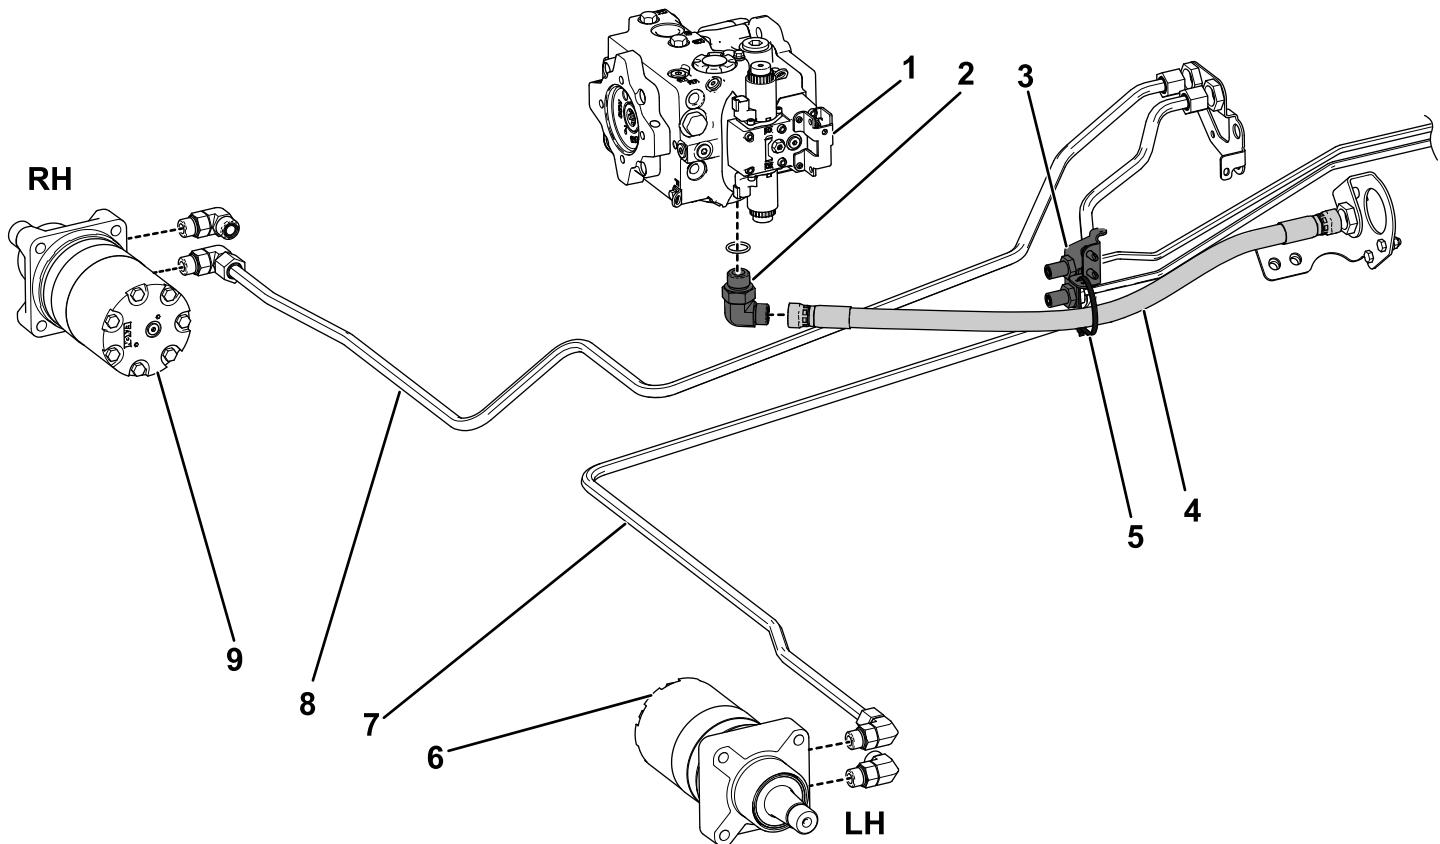

Figura 12
1. Collegate il tubo idraulico, n. cat. 108-7622, al raccordo del motore della ruota destra e al tubo idraulico destro nel supporto destro del telaio (Figura 12).
2. Collegate il tubo idraulico, n. cat. 108-7623, al raccordo del motore della ruota sinistra e al tubo idraulico sinistro nel supporto destro del telaio (Figura 12).
3. Montate un raccordo idraulico a 90° nella parte inferiore della pompa variabile (Figura 12).
- Per i modelli 03950 e 03954, fissate il flessibile idraulico alla staffa di supporto con una fascetta per cavi, come illustrato nella Figura 12.